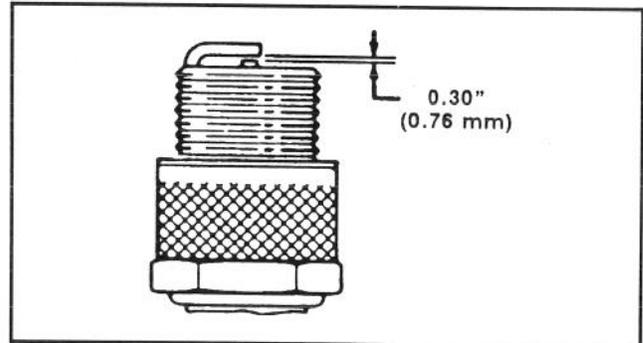

Abbildung 39
3. Den Elektrodenabstand der neuen Zündkerze auf 0,76 mm einstellen (Abb. 39). Dann die neue Kerze in den Zylinderkopf einschrauben und auf 20,4 N-m anziehen. Wird kein Drehmomentschlüssel verwendet, die Kerze fest anziehen.